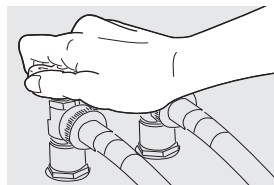

fig. 7
7. Abra el suministro de agua y verifique que no haya fugas. (fig. 7).